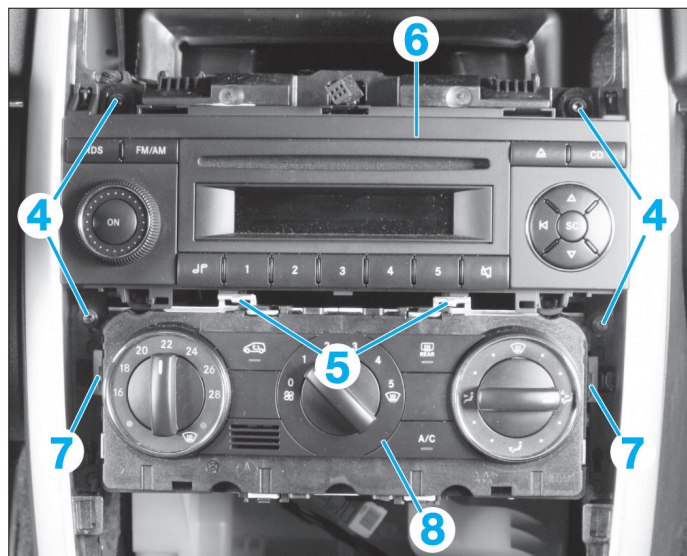

FIG. 42
- Déposer les vis (4), agir sur les verrous (5) et extraire l'autoradio (6) vers l'arrière (Fig.42).